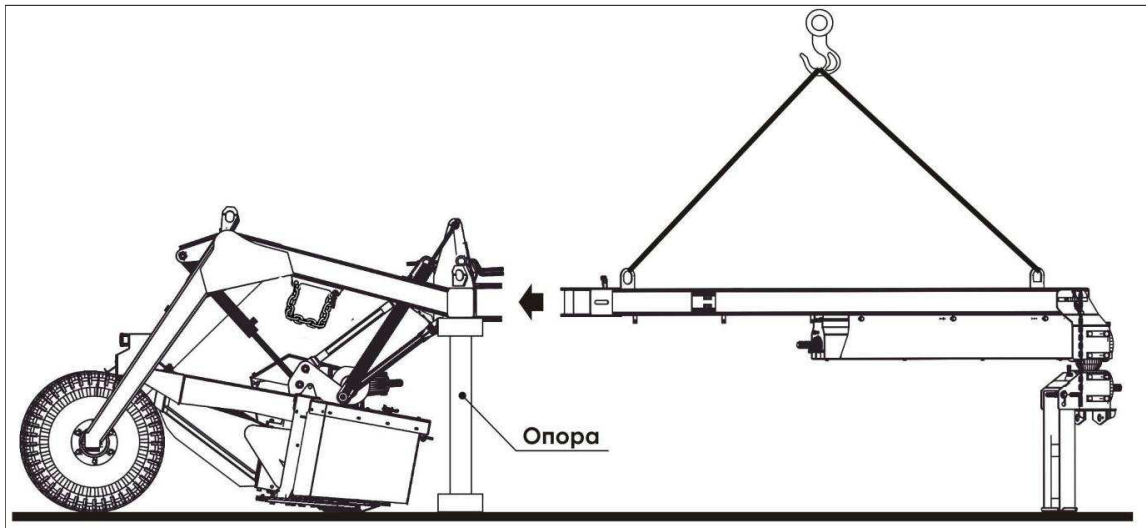

Рисунок 5.1 – Схема досборки косилки
2) Поднять косилку грузоподъёмным устройством. Установить и закрепить ходовые колеса на раме косилки. Транспортные опоры 10 (рисунок 2.4) следует снять. При необходимости допускается транспортные опоры установить на те же кронштейны, вставив их сверху. Опустить косилку на поверхность площадки, предварительно подставив под раму подставку такой высоты, чтобы плоскость кронштейна для присоединения снлицы была параллельна поверхности земли (рисунок 5.1). Накачать шины ходовых колес до давления 0,3 МПа. Застопорить косилку от продольного перемещения башмаками, прилагаемыми к машине, подставив их под ходовые колеса с разных сторон.
3) Застропить снлицу. С помощью грузоподъёмного устройства завести снлицу в кронштейн рамы косилки (рисунок 5.1). Совместить отверстия кронштейна и снлицы. Зафиксировать снлицу, вставив в отверстия монтировку.